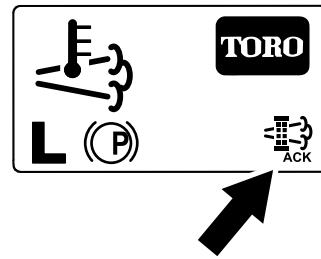

Figure 60
8. L'InfoCenter affiche l'écran d'accueil et l'icône de confirmation de régénération (Figure 60) apparaît en bas à droite de l'écran pendant le processus de régénération.